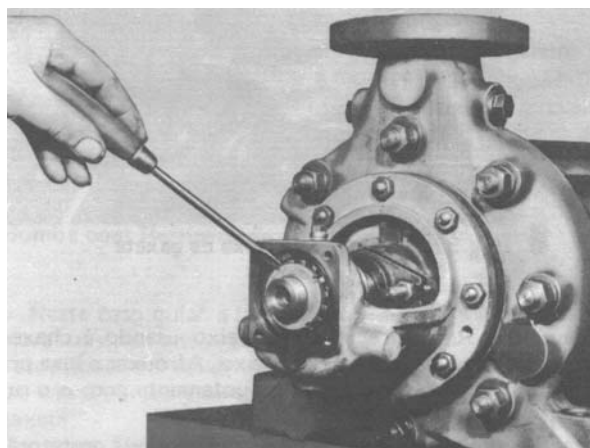

Figura 25 – Destravamento da porca de mancal
- Com um pino ou a ponta de uma chave de fenda soltar a lingüeta da chapa de segurança (931) que trava a porca de mancal (923). Vide Figura 25.